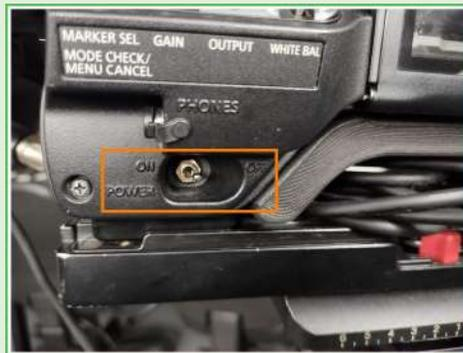

Imagen 56. Encendido de la cámara.
1. Para el encendido de la Cámara se debe cambiar el estado del *switch* de “POWER” de “OFF” a “ON” (imagen 56).